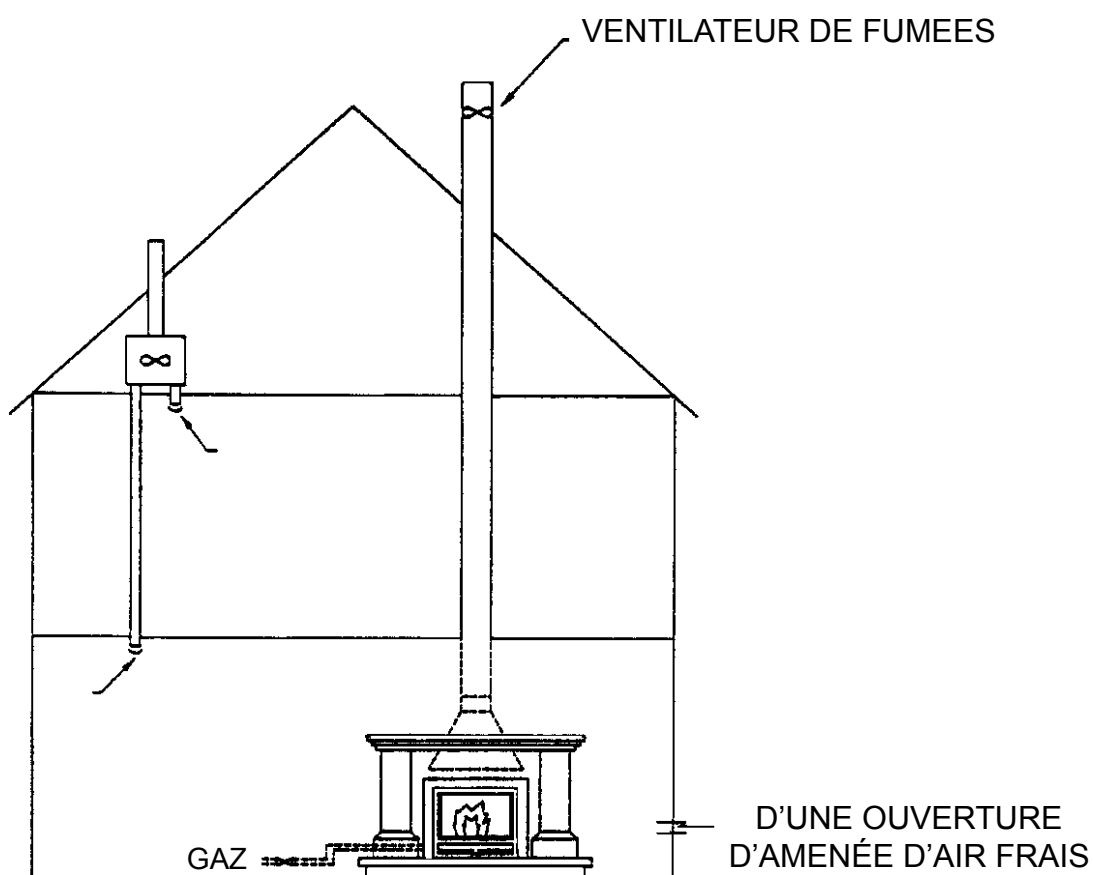

Figure 7: Habitation ventilée mécaniquement
- 2 HABITATION VENTILEE MECANIQUEMENT (voir la figure 7)